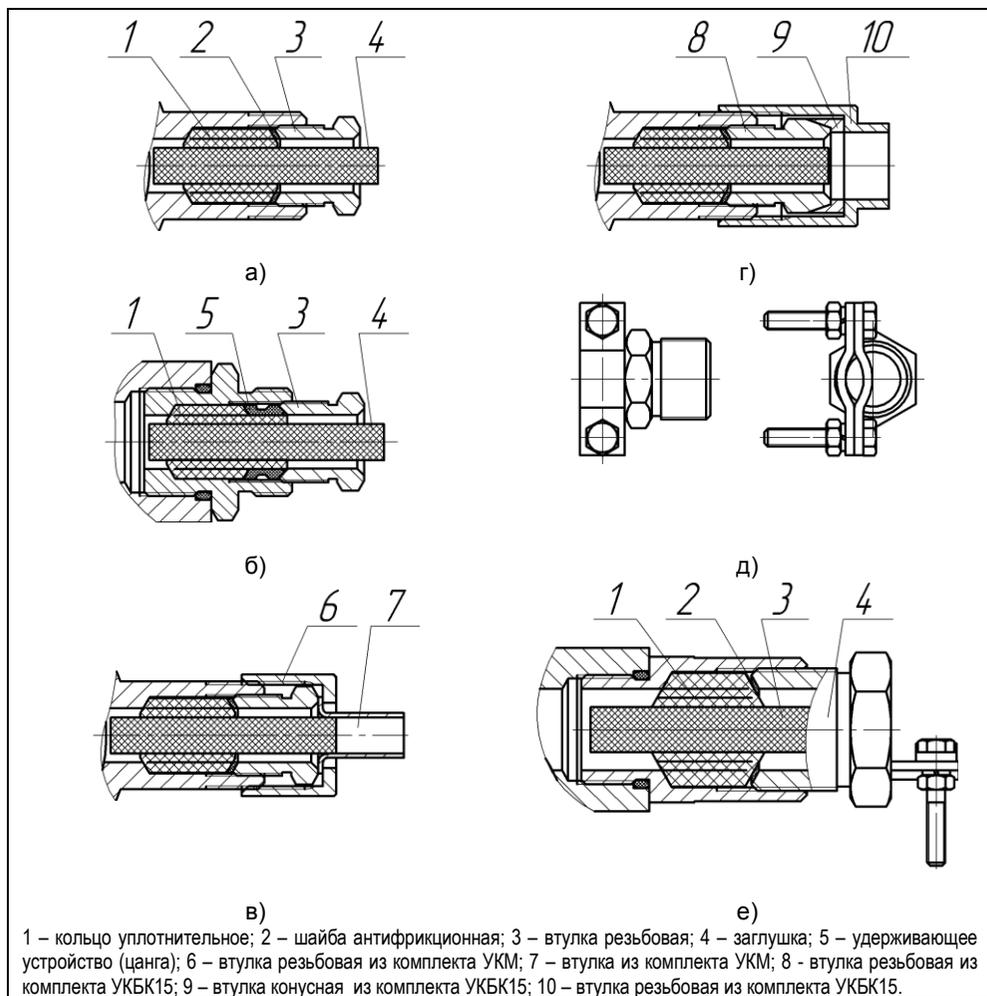

Рисунок 1.4 – Элементы кабельных вводов:
1.4.3 Корпус ПМП-185 изготавливается только с кабельными вводами **D12**. Корпус ПМП-185Л изготавливается с кабельными вводами **D12** и **D18** (рисунок 1.4).
Кабельные вводы **D12** корпуса ПМП-185 содержат (рисунок 1.4а): кольцо
Кабельные вводы **D12** корпуса ПМП-185Л (рисунок 1.4б) отличаются от соответствующих кабельных вводов корпуса ПМП-185 наличием удерживающего устройства – цанги 5, устанавливаемой вместо антифрикционной шайбы. Так же для более надежной фиксации кабеля и лучшей герметизации кабельного ввода изменена форма уплотнительного кольца 1. По заказу для кабельных вводов **D12** могут дополнительно поставляться следующие комплекты монтажных частей: **УКМ10, УКМ12, УКБК15, УК16**.
Комплект **УКБК15** (устройство крепления бронированного кабеля) состоит из втулки резьбовой 8, устанавливаемой взамен втулки 3, втулки конусной 9 и втулки резьбовой 10 (рисунок 1.4г). Фиксация брони кабеля осуществляется между втулками 8 и 9 при наворачивании втулки резьбовой 10. Комплект предназначен для крепления кабеля, металлорукава с наружным диаметром до 15 мм.
Комплект **УК16** (устройство крепления) состоит из втулки резьбовой с хомутом (рисунок 1.4д), устанавливаемой взамен втулки 3 и позволяет хомутом закреплять металлорукав или броню кабеля, а так же обеспечивать дополнительное крепление самого кабеля. Комплект предназначен для крепления бронированного кабеля с наружным диаметром до 15 мм.
Кабельные вводы **D18** корпуса ПМП-185Л, содержат (рисунок 1.4е): кольцо уплотнительное 1, шайбу антифрикционную 2, втулку резьбовую 3, резиновую заглушку 4.